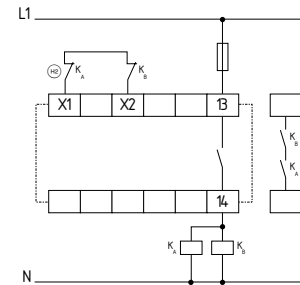

Fig. 17
**Commande à 2 canaux avec boucle de retour (Fig. 17)**